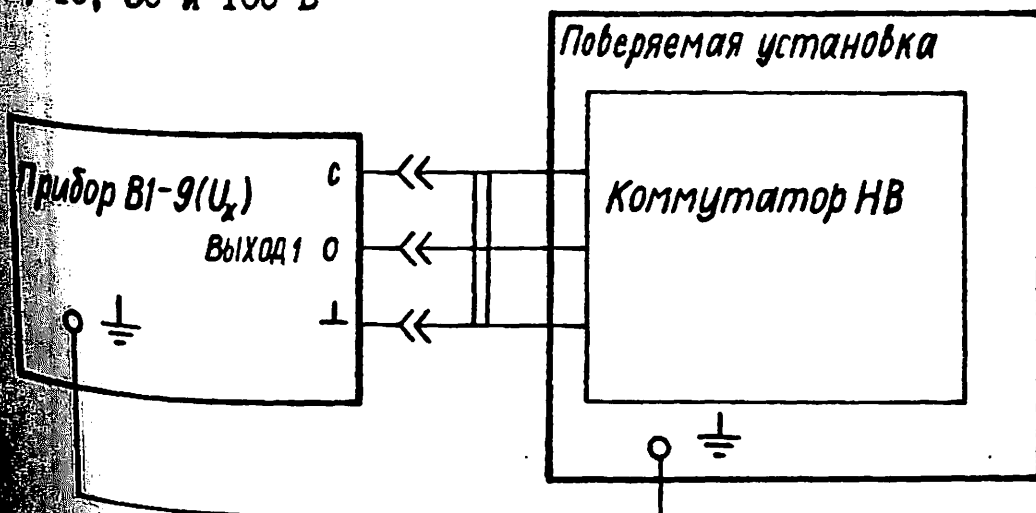

Рис. 21
2) определите изменение погрешности установки по схеме рис. 21.